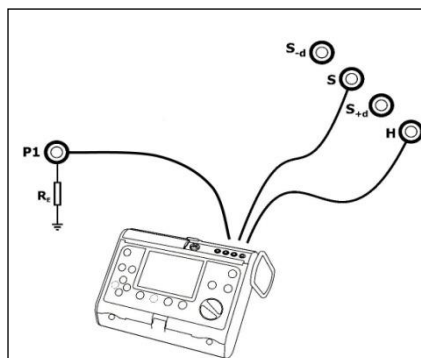

Рис.7. Подключение измерителя.
- подключить измеритель сопротивления заземлений (MRU-XXX) к гнездам согласно Рис.7;